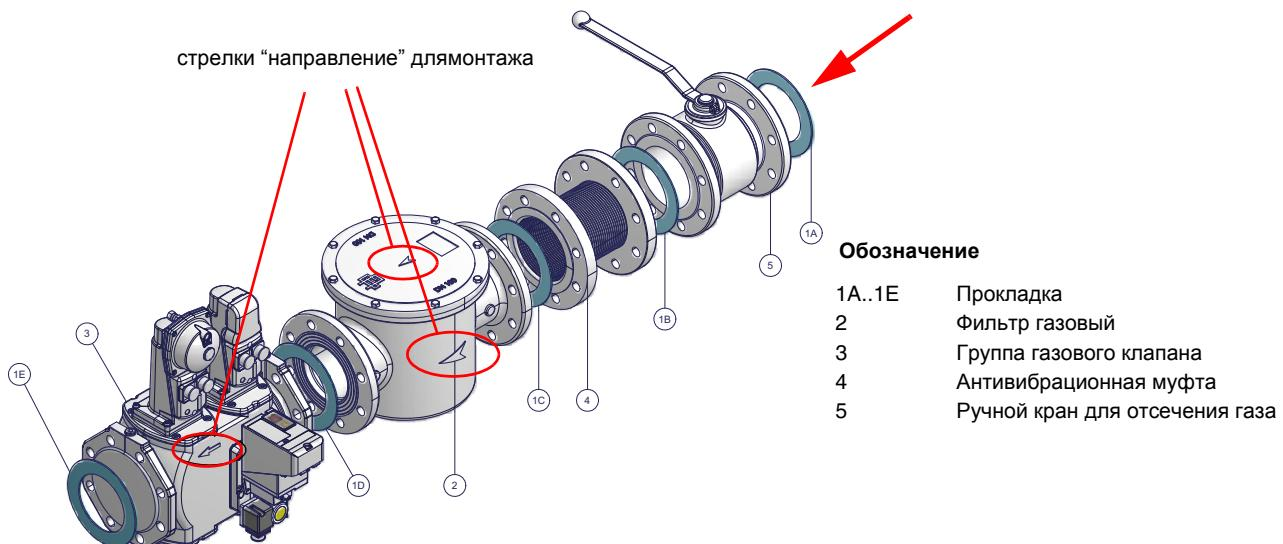

Рис. 7 - Пример газовой рампы
- 1 - б) при фланцевых соединениях: между соседними компонентами устанавливать прокладку (1A..1E - Рис. 7), совместимую с используемым газом,
**ВНИМАНИЕ:** после монтажа газовой рампы согласно схеме на Рис. 7, необходимо провести тестирование на герметичность газового контура, согласно требований действующих нормативов.